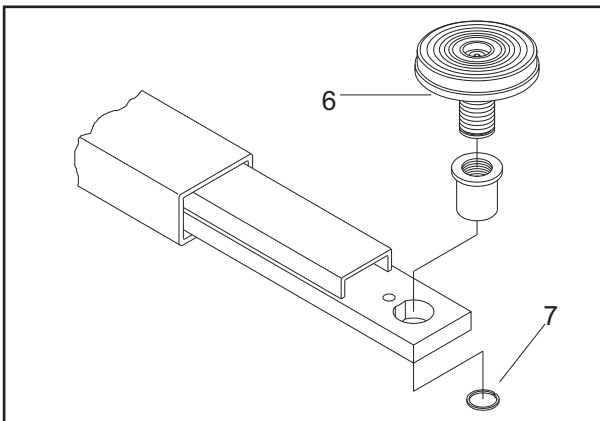

Fig.48 Abb.48
9 - Avvitare i piattelli (6, fig.48) alle estremità dei bracci e fissarli con i relativi anelli seeger (7).
9 - Screw the disk support plates (6, fig.48) onto the end of the arms, then secure with circlips (7).
9 - Fixer les plateaux (6, fig. 48) aux extrémités des bras puis mettre en place les circlips de retenue (7).
9 - Die tellern (6, Abb. 48) auf die Enden der Ärme verschrauben, und mit seeger Ringe (7) feststellen.
9 - Enroscar los platillos (6- fig.48 en los extremos de los brazos y fijarlos con los correspondientes anillos seeger (7).